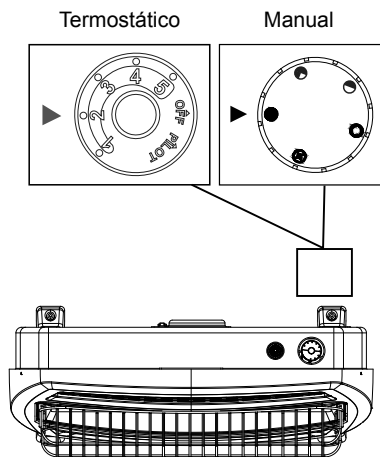

Fig. 25: posición de la perilla de control
La perilla de control se puede configurar en cualquier nivel de comodidad entre "ALTO" (5) y "BAJO" (1) (consulte la Fig. 25). El termostato de este calentador mide la temperatura de la habitación. Por momentos, la habitación puede superar la temperatura establecida. Cuando esto comience a suceder, el quemador comenzará a modular los BtuH hacia abajo hasta que la unidad alcance la configuración de calor deseada y se apague. Cuando la temperatura de la habitación sea menor que la temperatura deseada ajustada, el quemador se volverá a encender por ciclos. La unidad puede comenzar con una tasa de BtuH más baja si la habitación aún está cálida.
Las válvulas manuales permanecen encendidas en la configuración deseada hasta que se apagan manualmente "○" (consulte la Fig. 25).